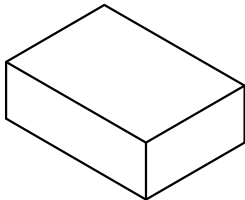

图3 内盒包装
- 2: 如图3，每内盒装4小袋，装盒后贴上物料标签，数量为4X1000pcs。